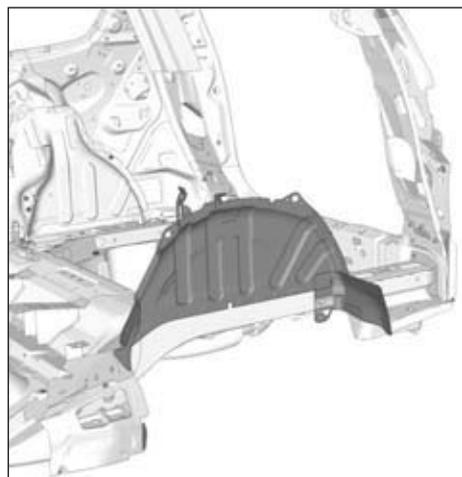

FIG.155
- Respecter les ligne de coupe (Fig.155).